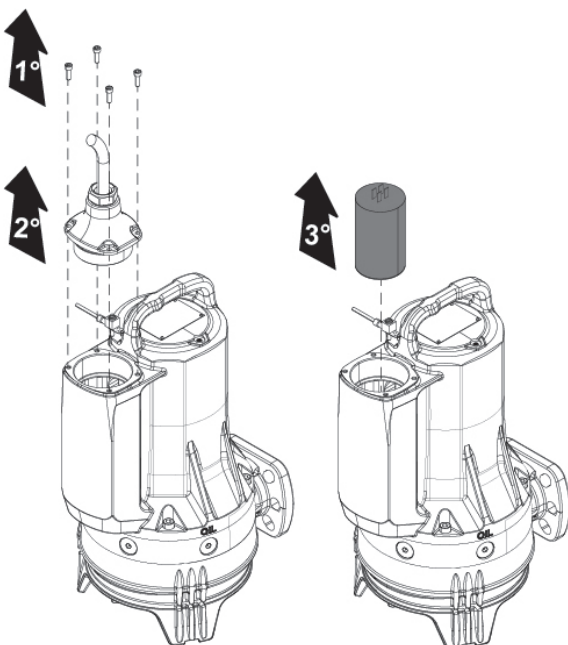

Fig.9
- Schimbarea condensatorului (Fig.9)